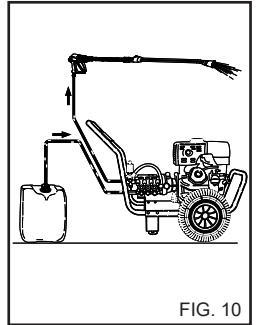

FIG. 10
1) После использования моющего средства промойте водный контур высокого давления. Поместите шланг подачи моющего средства (рис. 10) в бак с чистой водой, включите насос на минуту при полностью открытом кране моющего раствора.
- 4) После использования моющего средства, промойте контур воды высокого давления. Поместите шланг подачи моющего средства (рис. 10) в бак с чистой водой, включите насос на минуту при полностью открытом регуляторе моющего раствора.